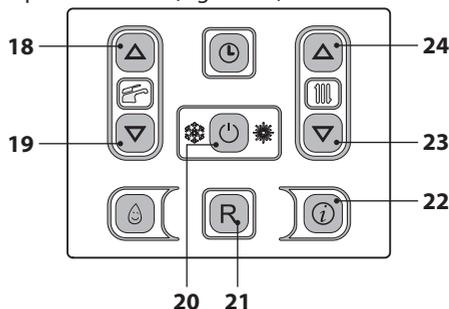
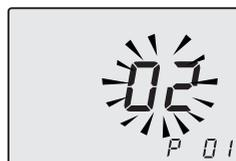
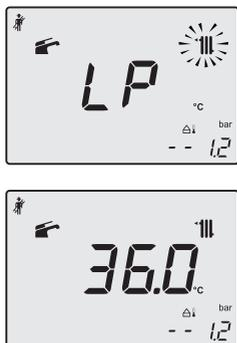
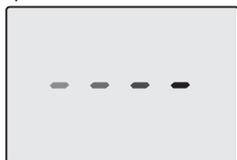

Figura 7.2
Figura 7.3
Figura 7.7
Figura 7.8
- Entrare in "modalità programmazione" premendo contemporaneamente per 10 secondi i tasti 20 - 23 - 24 (Figura 7.2) fino a far apparire sul display LCD le lettere **P01** e il valore del parametro, indicanti l'entrata nel "parametro 01" (Figura 7.3).
- Premere contemporaneamente i tasti 23 e 24 (Figura 7.2) per entrare nella funzione "spazzacamino attivo alla potenza minima in sanitario". Sul display appare **LP** alternato
- Utilizzare i tasti 23 o 24 (Figura 7.2) fino a
- Premere il tasto 23 (Figura 7.2) fino a portarsi allo stato **LP** (spazzacamino attivo in minimo sanitario) sul display appare **LP** alternato alla temperatura dello scambiatore primario caldaia. (Figura 7.7).
- Spegner la caldaia tenendo premuto per 2 secondi il tasto 20 (Figura 7.2) fino a far apparire sul display LCD il simbolo - - - - (Figura 7.8).